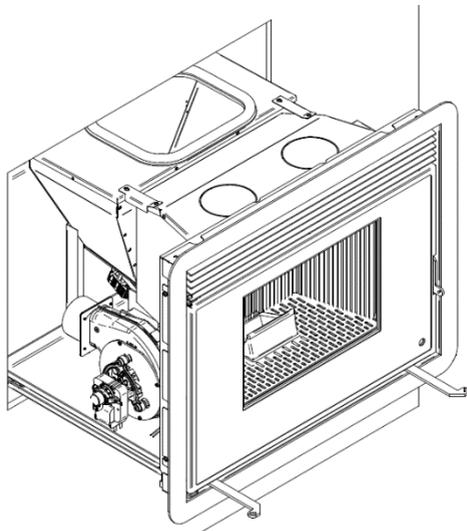

Figure 48 – Emplacement de l'extracteur.
- L'extracteur se trouve sur le côté gauche de la machine (Figure 48);